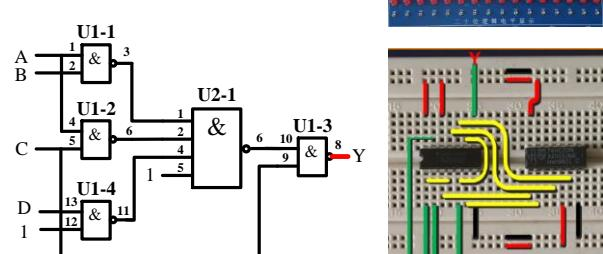

图 14 连接输出信号
6、**连接输出信号,** 将输出 Y 对应管脚, 同样用丁字线, 与实验箱上发光二极管连接, 如图 14 所示